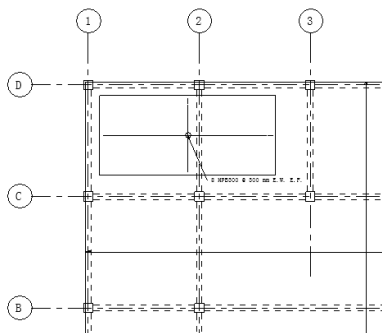

图 13-61 区域钢筋
(5) 单击“修改 | 创建钢筋边界”选项卡“模式”面板中的“完成编辑模式”按钮，如图 13-61 所示。Revit 将区域钢筋符号和标记放置在区域钢筋中心的已完成草图上。